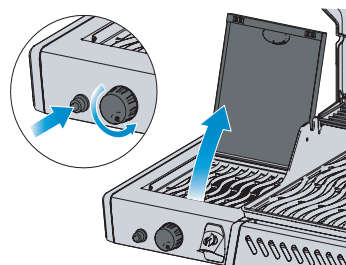

Fig. 3
4. Om brännaren inte tänder – vrid brännarens vred medurs till AV-positionen. Vänta 5 minuter. Upprepa steg 2 och 3. (Bild 3)